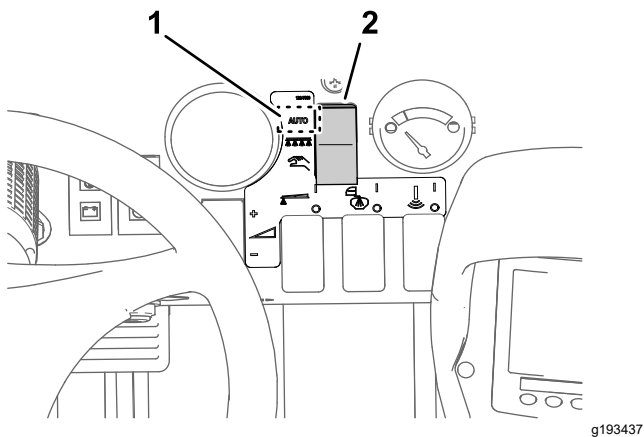

Figure 40
- Placez le secteur de mode du pulvérisateur en position Mode débit d'application (**Figure 40**).